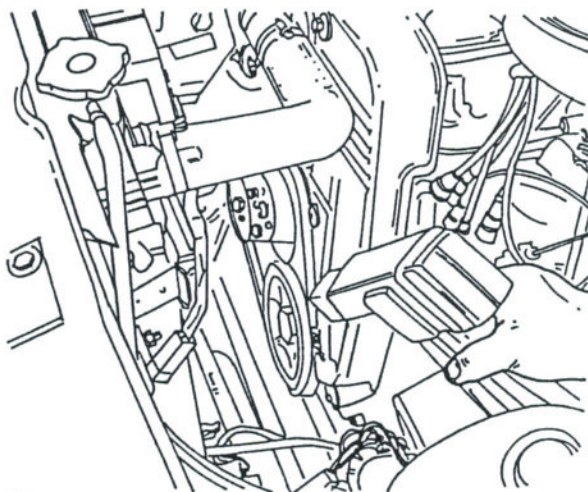

Bild 97
- Lampe entsprechend den Anweisungen des Herstellers anschliessen (Bild 97).